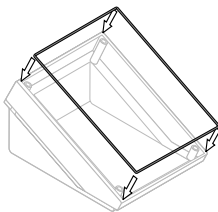

Abb. 6
- beiliegenden Dichtring in die Ringnut des Gehäuse-Unterteils einlegen (Bild 6)